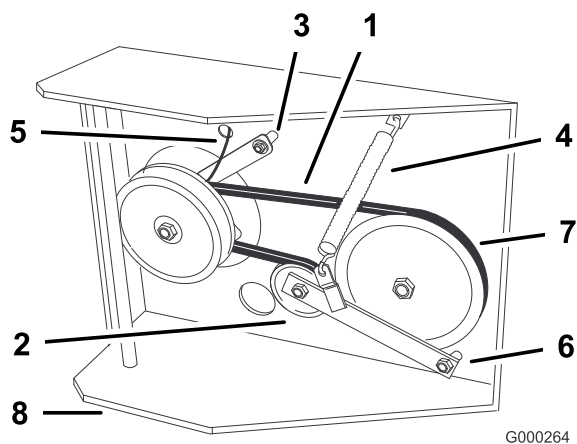

Figure 43
7. Détachez le dispositif de retenue de l'embrayage du plancher moteur (Figure 43).
8. Décrochez le ressort de tension sur le côté du bâti (Figure 43).
11. Serrez le boulon de pivot à un couple de 47 - 54 Nm. Placez le ressort de tension entre le bras de la poulie de tension et la patte du bâti (Figure 43).
12. Reposez le dispositif de retenue de l'embrayage sur le plancher moteur (Figure 43).